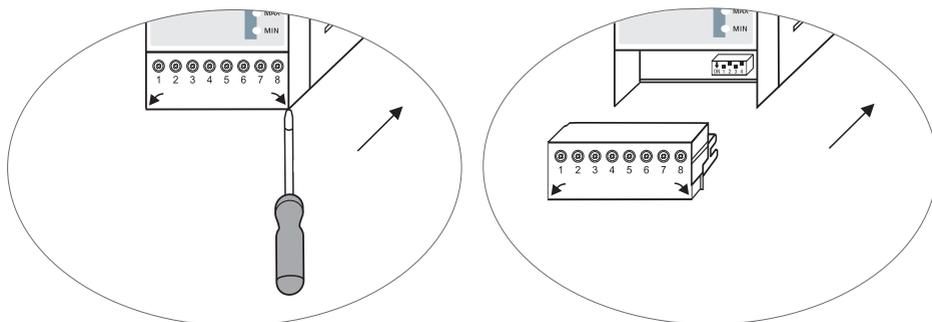

Fig. 9
- Togliere la morsetteria superiore e inferiore. **Fig. 9**